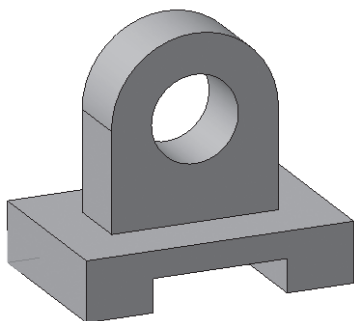

Рис. 193.
-  – создайте объект (рис. 193).